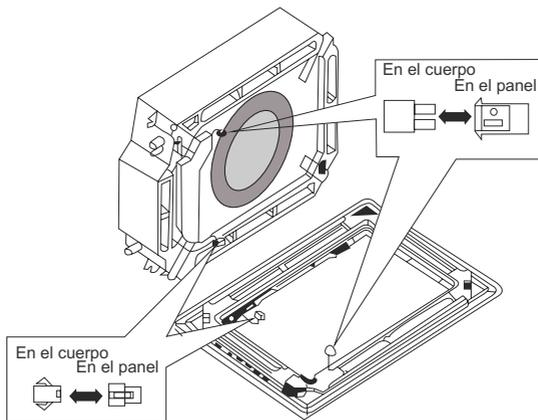

Fig.37
(4) Conecte los cables del motor según muestra la Fig.37.